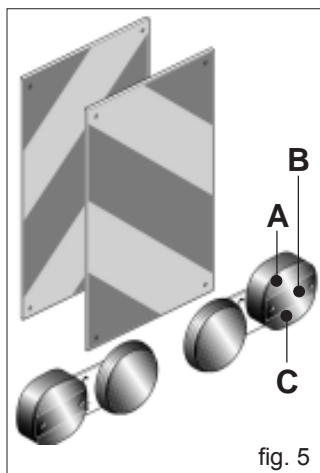

fig. 5
37) Lorsque les encombrements constitués par des équipements conduits ou semiconduits cachent la visibilité des dispositifs de signalisation et d'éclairage du tracteur, ceux-ci doivent être reproduits de façon adéquate sur les équipements, en respectant les normes du code de la route du pays en question. S'assurer que l'installation des phares fonctionne parfaitement lors de l'utilisation. On rappelle en outre que la séquence de signalisation correcte des feux prévoit (Fig. 5):